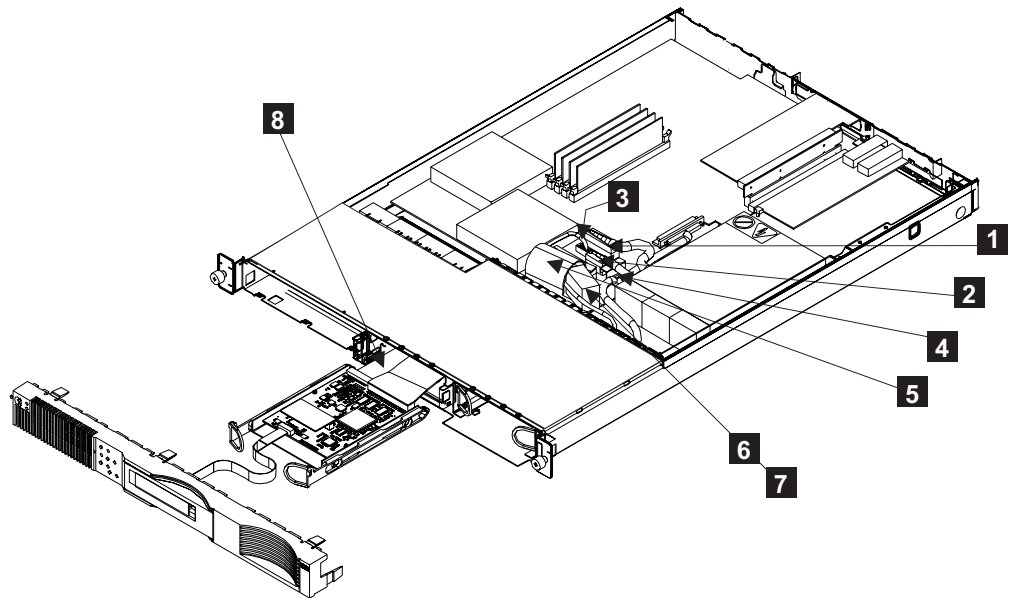

図 40. サービス・コントローラー・ケーブル
5. 電源コネクタ P1 **1** のラッチを押して、システム・ボードから切り離します。図 40 を参照してください。